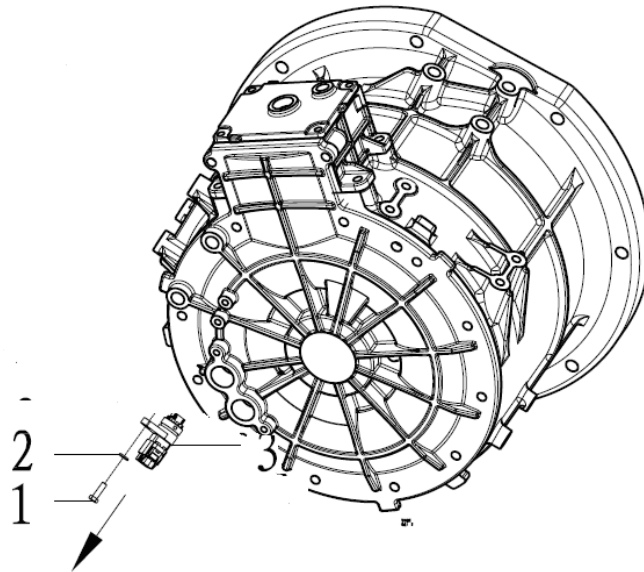

图29
- ① 用板手将 M6\*20 六角头螺栓（1）扭下来。
- ② 将温控接插件（3）取出来，斜口钳将温控接插件中间部分取下。
- ③ 取新的温控接插件连上旋变引线端插件，在温控接插件装配面涂上一层润滑油，箱体配合孔也涂上一层润滑油。再将温控接插件插入后箱体配合孔内。最后将 M6\*20 六角头螺栓（1）带平垫圈（2）扭上，扭力为  $12\text{ N}\cdot\text{m}$ 。（见图 29）